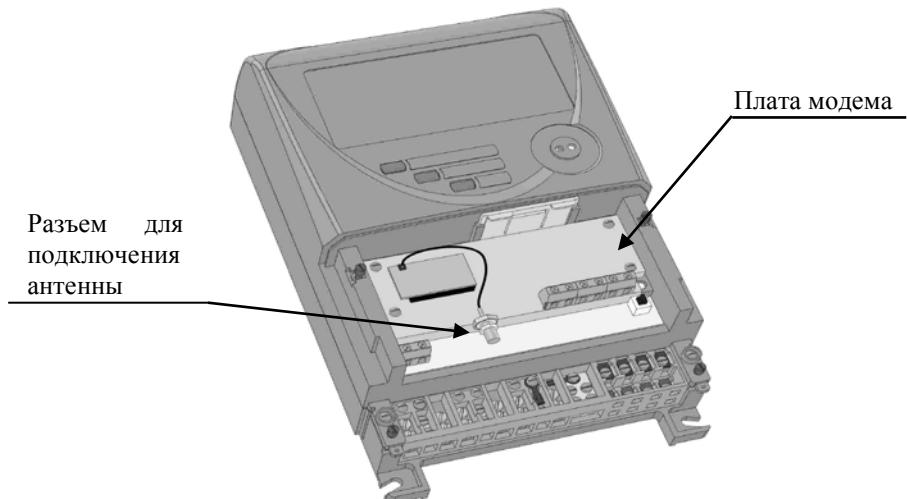

Рисунок 2
- при установке модема ISM M-4.03.0.112, подразумевающего использование внешней антенны, подключите antennу к разъему кабельной сборки модема (рисунок 2);